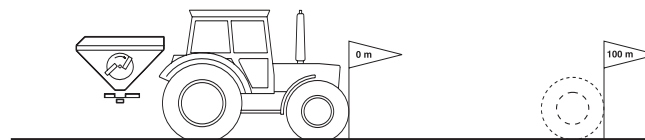

Fig. 23
- No campo, medir um trajecto de medição de exactamente 100 m. Assinalar o ponto inicial e final do trajecto de medição (Fig. 23).